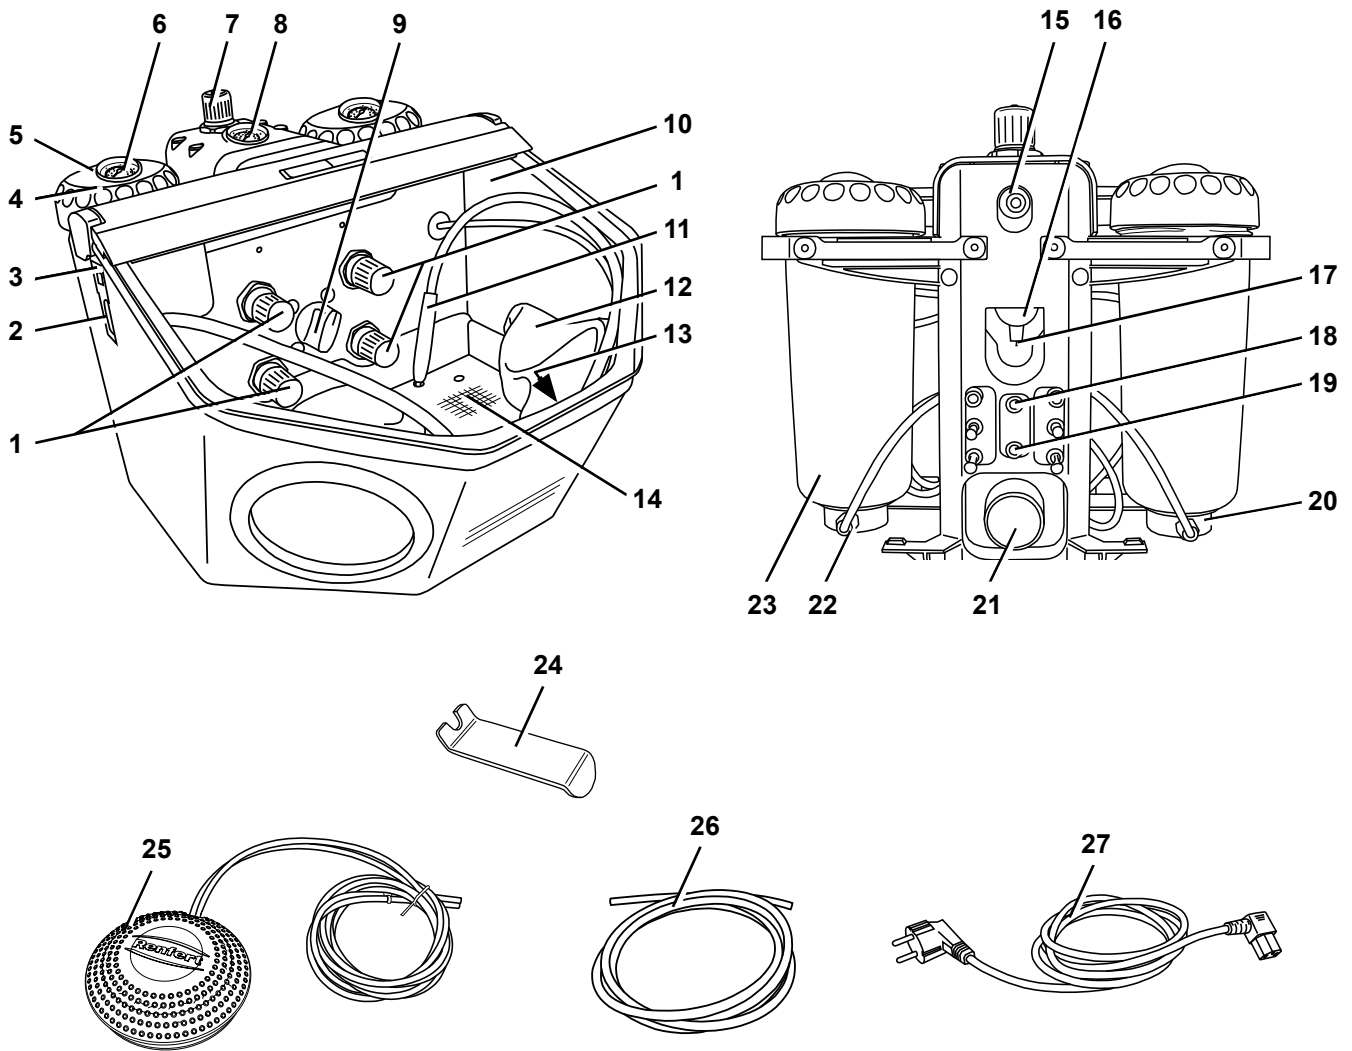

图 1
- 将压缩空气软管 (26) 推到软管接头 (15) 上, 尽可能推到底。在推入过程中须克服略微的阻力。
- 检查压力是否处于所需的级别 (参见技术参数)。压力会显示在压力表上(8) [图 1]。